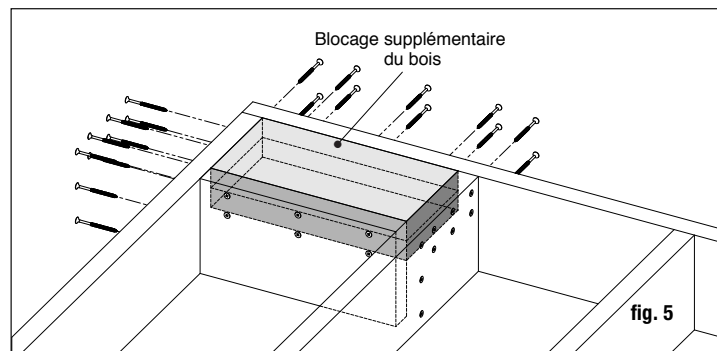

fig. 5
**Étape 2 Installation des poteaux :** Installez les poteaux en fixant la base en aluminium à la surface de la terrasse. Placez le poteau afin que l'attache entre dans la solive du sol, et vérifiez que le platelage est fermement attaché à la solive à l'emplacement des poteaux. Pour fixer le poteau à un platelage à charpente en bois, il est nécessaire de prévoir un blocage structurel/une charpente sous le matériau de la terrasse, car le platelage seul n'est pas approuvée comme charpente structurelle (fig. 5).